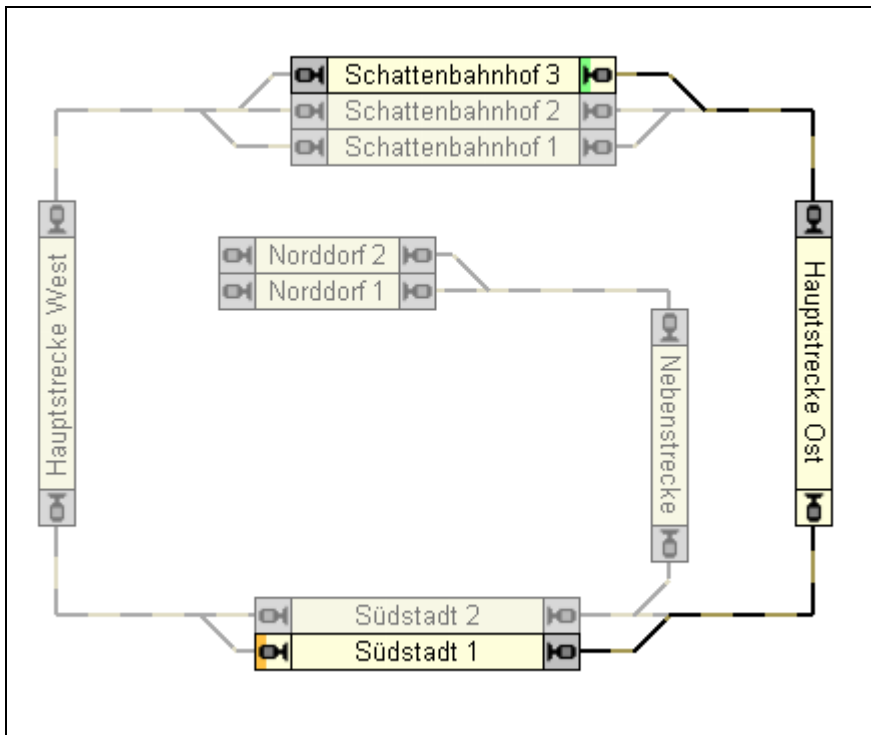

Abbildung 77: Streckenbeschreibung einer Zugfahrt
Abbildung 77 zeigt eine Zugfahrt, die in „Schattenbahnhof 3“ beginnt, durch „Hauptstrecke Ost“ führt und in „Südstadt 1“ endet. Die Blöcke, Weichenstrassen und Verbindungen, die zu der Zugfahrt gehören, werden mit normaler Intensität am Bildschirm dargestellt, während alle Objekte des Blockplans, die nicht zur Zugfahrt gehören, mit abgeschwächter Intensität durchscheinend im Hintergrund liegend dargestellt werden.
- Jeder Block, der keine nachfolgenden Blöcke in dieser Zugfahrt hat („Endbahnhof“, „Sackgasse“), wird automatisch zum Zielblock. In Abbildung 77, zum Beispiel, wird „Norddorf 2“ automatisch zum Zielblock nach links. Wenn ein Zug diese Zugfahrt ausführt, kann er „Norddorf 2“ nicht nach links verlassen, da links von „Norddorf 2“ kein weiterer Block liegt, der zu dieser Zugfahrt gehört.
Da die Start- und Zielblöcke in diesem Beispiel identisch sind, starten und enden die Züge immer im „Schattenbahnhof“. In Abbildung 77 jedoch startet der Zug bei einer Hinfahrt in „Schattenbahnhof 3“ und endet in „Südstadt 1“. Bei Start der Zugfahrt als Rückfahrt vertauschen die beiden Blöcke ihre Rollen. „Südstadt 1“ wird zum Startblock (mit Ausfahrt nach rechts) und „Schattenbahnhof 3“ zum Zielblock (mit Einfahrt von rechts nach links).
- Jeder Block ohne Verbindung zu einem in Fahrtrichtung ‚nächsten‘ Block dieser Zugfahrt wird automatisch zum Zielblock („Südstadt 1“ in Abbildung 77 ist ein Beispiel).